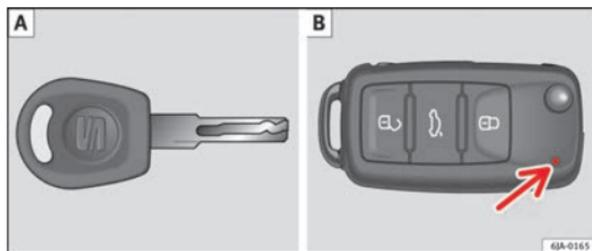
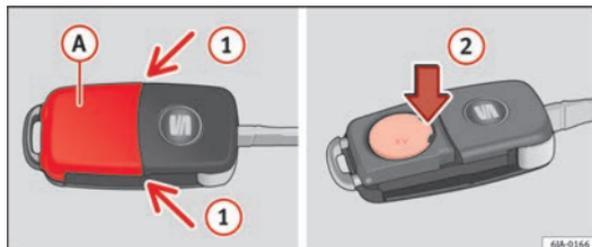

Fig. 42 Chave com comando à distância/Chave sem comando à distância
Fig. 43 Chave com comando à distância: retirar a tampa/retirar a pilha
Entregam-se sempre duas chaves com o veículo. Dependendo da versão do equipamento, o veículo pode estar equipado com chaves sem comando à distância ⇒ Fig. 42 [A], ou com comando à distância ⇒ Fig. 42 [B].
Cada chave com comando à distância contém uma pilha colocada por baixo da tampa [A] ⇒ Fig. 43. Se a pilha estiver descarregada, o aviso de controlo a vermelho ⇒ Fig. 42 [B] não se acende quando ►
- Retire a tampa da pilha pressionando com o polegar ou com a parte plana de uma chave de fendas no sítio indicado pelas setas ① ⇒ Fig. 43.
- Retire a pilha descarregada da chave, pressionando no lugar indicado pelas setas ②.